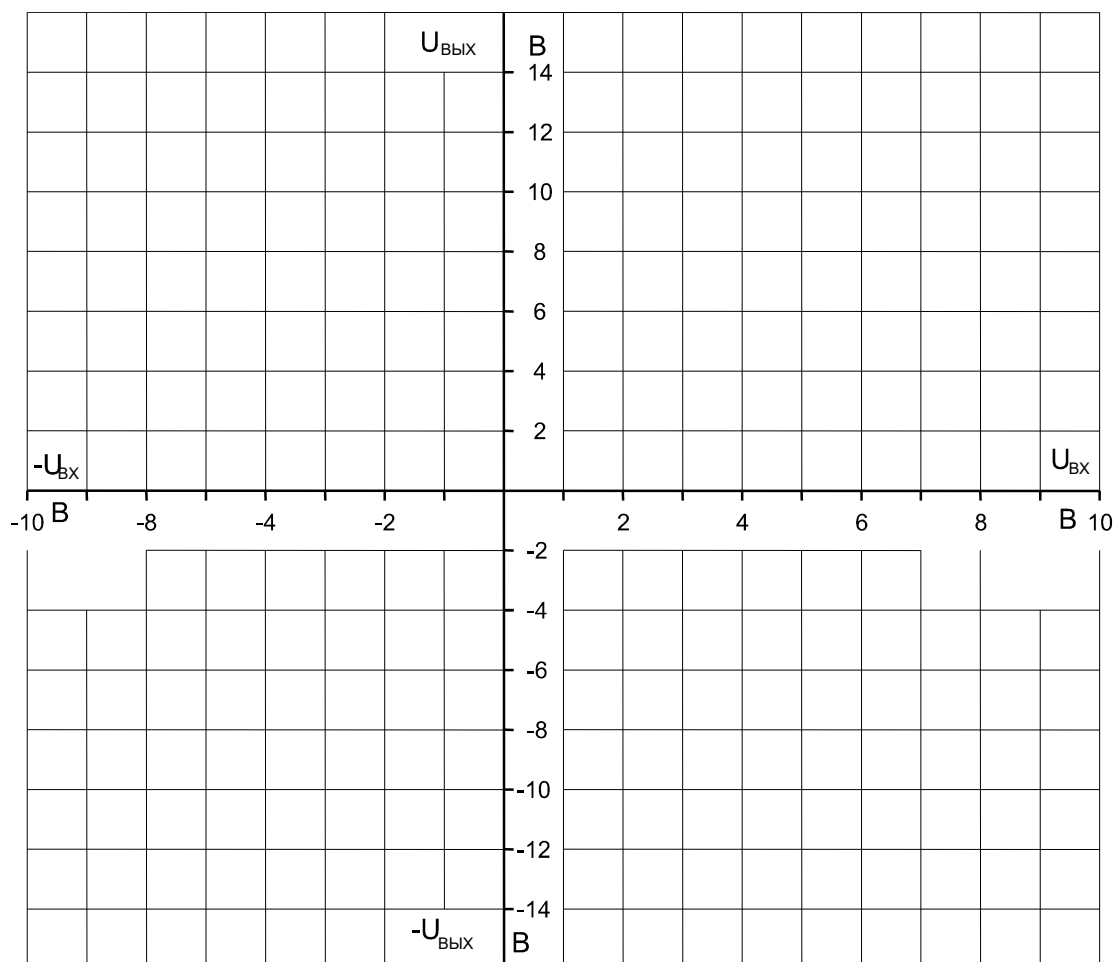

Рис. 7.23
- На графике (рис. 7.23) постройте кривые зависимостей $U_{ВЫХ}(U_{ВХ})$ при различных сопротивлениях отрицательной обратной связи R_{OC} .